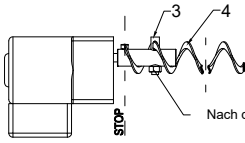
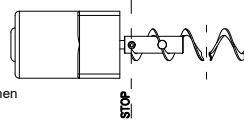

Abb. 1
Abb. 2
1. Die Schnecke (4) durch die Öffnung im Bolzen (3) führen, wie in Abb. 1 und Abb. 2 abgebildet.